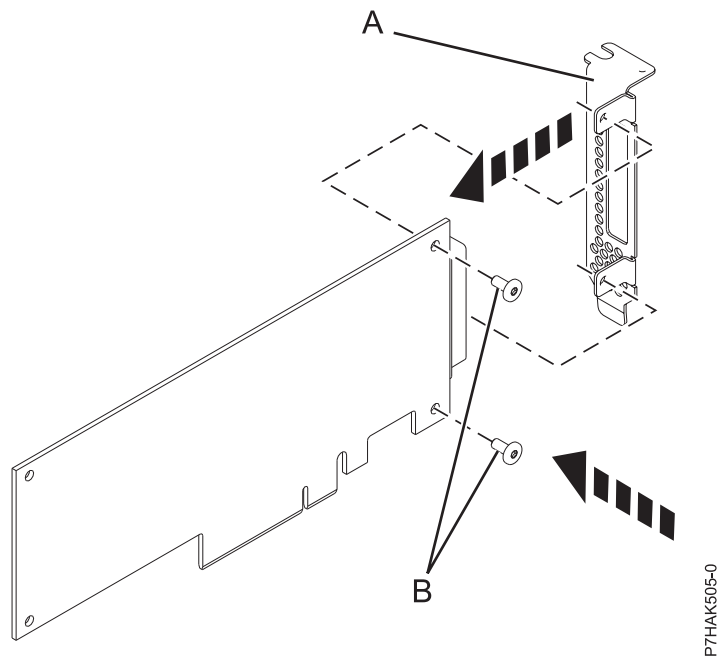

Abbildung 79. Den kurzen Adapterkassettenhalter am PCIe-Adapter befestigen
14. Befestigen Sie mit einem Kreuzschlitz-Schraubendreher und den beiden Sicherungsschrauben (B) den Haltesteg (A) vom fehlerhaften PCIe-Adapter am neuen PCIe-Adapter, wie in Abb. 79 auf Seite 92 dargestellt.